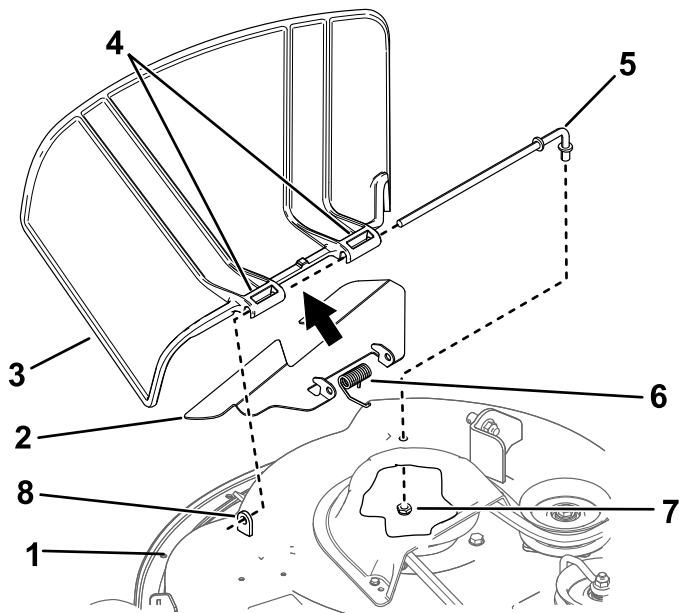

Figura 74
- Îndepărtați piulița ( $\frac{3}{8}$ ") de la tija de sub maina de tuns iarba (Figura 74).
2. Glisai tija în afara distanierului scurt, arcului i a deflectorului pentru iarbă (Figura 74).
4. Montați deflectorul pentru iarbă nou (Figura 74).
7. Glisai tija prin cel de-al doilea pivot al deflectorului pentru iarbă (Figura 74).
9. Fixați capătul din spate al tije la maina de tuns iarba cu o piuliță ( $\frac{3}{8}$ " ) aa cum se arată în Figura 74.